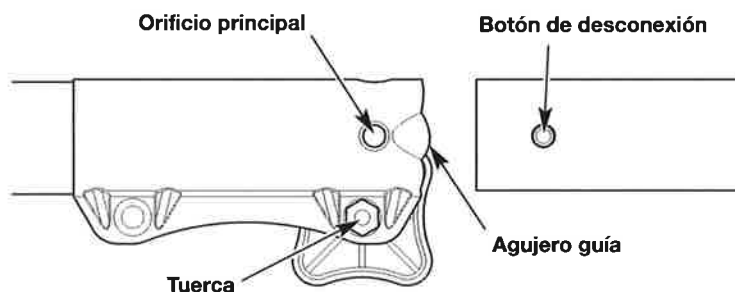

Fig. 5
4. Alinee el botón de liberación con el embutimiento de la guía (Fig. 5).
5. Presione el accesorio directamente dentro del acoplador hasta que el botón de liberación encaje a presión firmemente del orificio principal (Fig. 5).
NOTA: No ajuste demasiado la tuerca (Fig. 5).
3. Oprima y mantenga apretado el botón de liberación (Fig. 5).